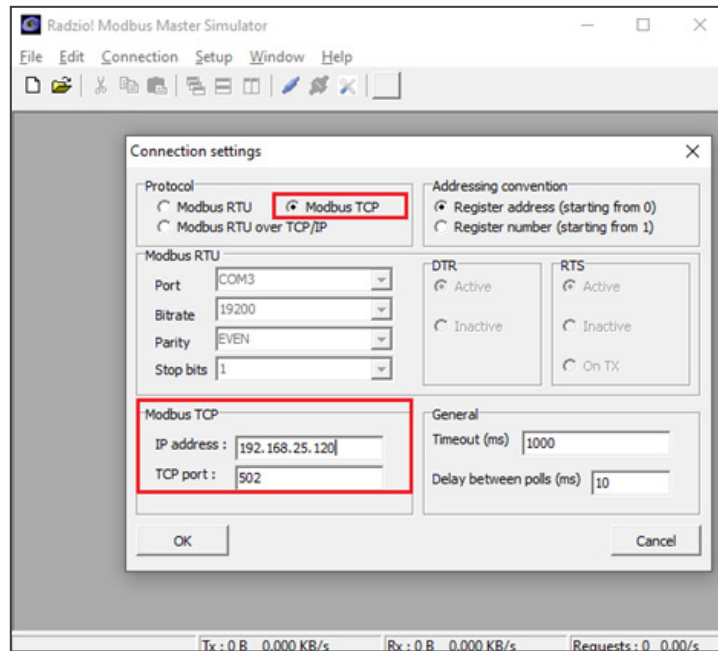

Abbildung 3: Fenster mit den Connection settings
3. Wählen Sie **Modbus TCP**, geben Sie die T2S-IP-Adresse und den TCP-Port in das Fenster mit den connection settings ein. (Abb. 3)